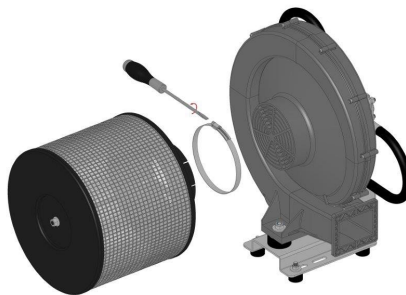

ABBILDUNG 5
3. Sofern vorgesehen, den Filter (Art. 200353, 200354, 200355) auf die Ansaugöffnung setzen und mit der Schelle (im Lieferumfang des Filters) befestigen (ABBILDUNG 5).